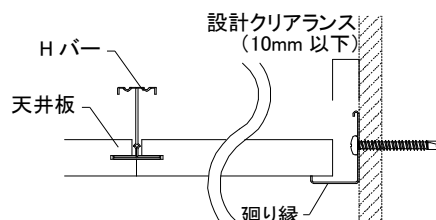

図2-8-2 張り始めの納まり (Hバー方向)
- ②突き当たり部、または曲がり角部を張り始めとして、三方の廻り縁または天井板切替用Tバーに天井板を載せ掛ける。このとき、天井板の長辺と廻り縁とに、設計された寸法のクリアランス(10mm以下)を確保すること。(図2-8-2 参照)
- ③天井板のさね部に隙間が無くなるまでHバーを差し込む。